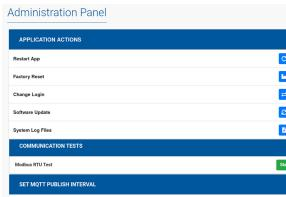

Figura 2.8: Página de administración del WCD-ED300
- Encaje la parte inferior del soporte en el riel DIN sin desconectar la parte superior. Las Figura 2.8 y Figura 2.9 ilustran el proceso de montaje del gateway en el riel DIN.